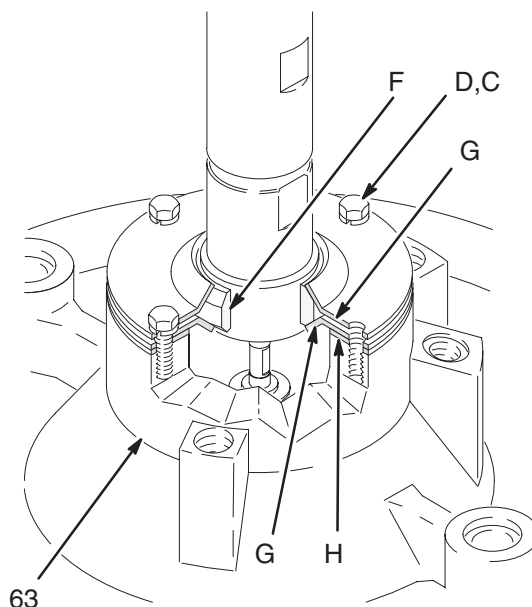

Fig. 6
3. Sujete el motor a las ménsulas de montaje (57) o a la placa de montaje (A) con las piezas de sujeción suministradas, según sea pertinente.
4. Deslice la placa de sellado superior (G) hacia arriba, sobre la válvula de admisión de la bomba y empuje el sello (F) contra el alojamiento de admisión de la bomba. Deje la placa de sellado inferior (G) y la junta (H) en su sitio. Vea la Fig. 6.
5. Afloje los tornillos de fijación de la ménsula de montaje (35), y baje cuidadosamente la bomba hasta que la válvula de admisión esté por debajo de la junta (H), y entonces apriete los tornillos de fijación.
6. Empuje firmemente el sello (F) hacia abajo, contra la placa de sellado inferior (G).
7. Alinee los orificios de la placa de sellado superior con los orificios de la placa del "ram" (63). Apriete firmemente la placa del "ram" con los cuatro tornillos (D) y las arandelas (C).